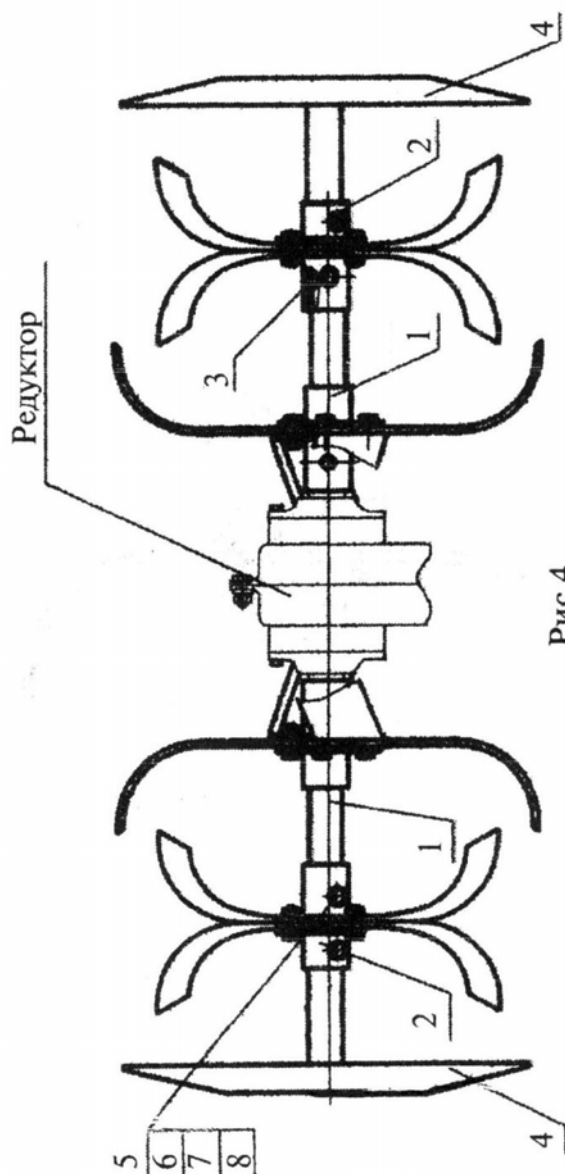
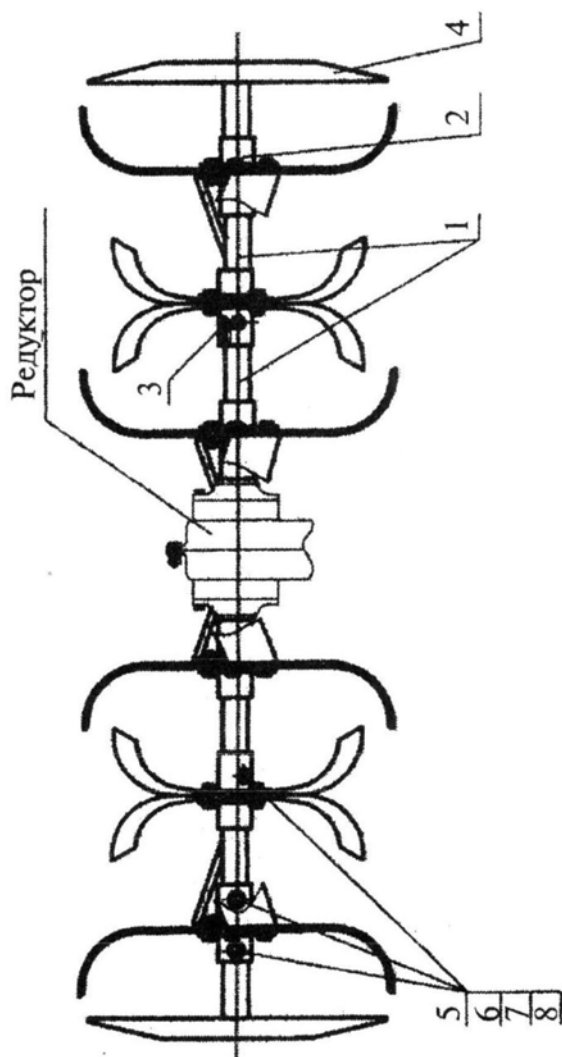

Рис.4.
Рис. 6.
На рисунках 4, 5, и 6 показаны модификации культиватора (рис. 4 – КМБ1.001.000.1-01, рис. 5 – КМБ1.001.000.1-02, рис. 6 – КМБ1.001.000.1-03), в таблице 1 – комплектность.
5.4 В модификациях культиватора: КМБ1.001.000.1-01 и КМБ1.001.000.1-03 дополнительно установите диски 4 с помощью болтов 5, гаек 6 и шайб 7, 8 (см. рис. 4 и рис. 6).